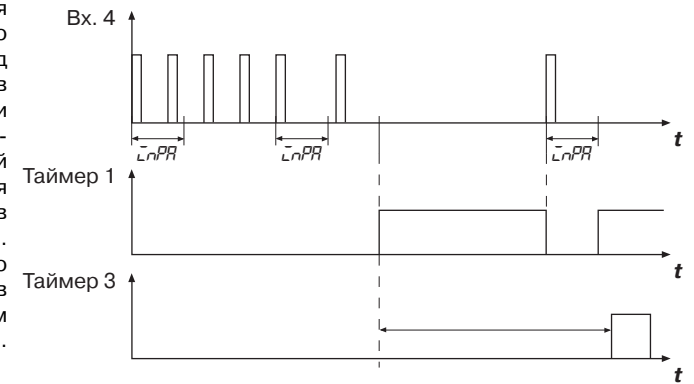

Рис. 6
3.2.5.3. Таймер 3 предназначен для задержки выключения управления приводом на время, заданное в программируемом параметре $\bar{L}ntA$ (см. *прил. В*, табл. В3), обеспечивая плотное закрытие задвижки (рис. 6). Кроме того, благодаря такой задержке исключается ложное выключение управления приводом при «подклинивании» задвижки в процессе движения.